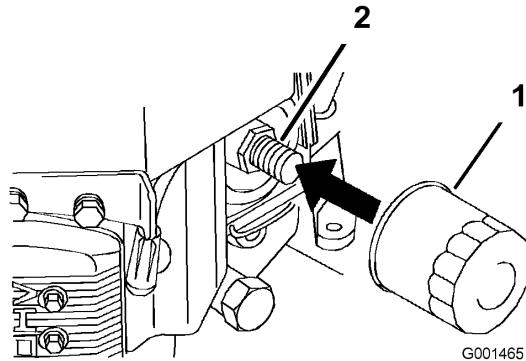

Figura 29
- Retire el filtro de aceite usado (Figura 29).
- Aplique una capa fina de aceite nuevo a la junta de goma del filtro nuevo (Figura 29).
- Instale el filtro de repuesto en el adaptador de filtro; gire el filtro en el sentido de las agujas del reloj hasta que la junta de goma entre en contacto con el adaptador del filtro, luego apriete el filtro tres cuartos de vuelta más (Figura 29).